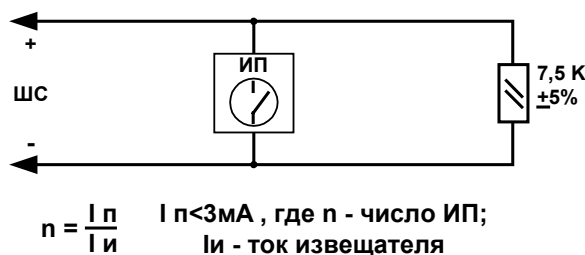

Рис. 8 Пожарный ШС с активным ИП (при срабатывании одного ИП формируется извещение «Пожар»)
- от активных ИП с нормально-разомкнутыми контактами с формированием извещения «Пожар» при срабатывании одного извещателя в ШС с последующей проверкой повторного срабатывания через ~ 8 с (см. Рис. 8, Табл. 12);
Примечание. Количество ИП, включенных в ШС данного типа рассчитывается по формуле на Рис. 8, исходя из тока потребления применяемого извещателя $I_{и}$.